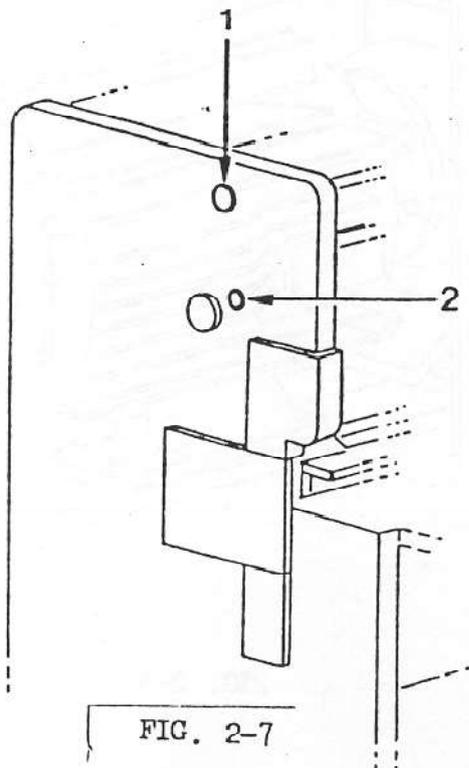

FIG. 2-7
- Il passaggio del cavo d'alimentazione è previsto attraverso il foro di sollevamento superiore del fianco sinistro della cesoia (Fig. 2-7 - Rif. 1);
- Il passaggio del cavo di collegamento al pedale di comando avviene attraverso un foro, opportunamente previsto a tal fine, sul fianco sinistro della cesoia (Fig. 2-7 Rif. 2);